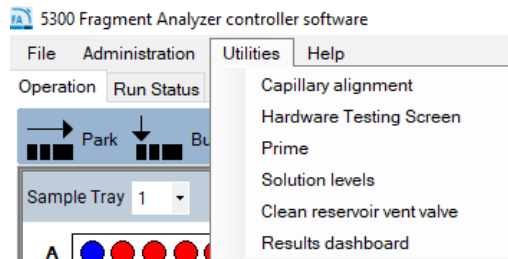

Abbildung 92 Das Menü „Utilities“ (Dienstprogramme)
- 1 Wählen Sie aus dem Dropdown-Menü **Utilities** (Dienstprogramme) die Option **Results dashboard** (Ergebnis-Dashboard) (**Abbildung 92**).